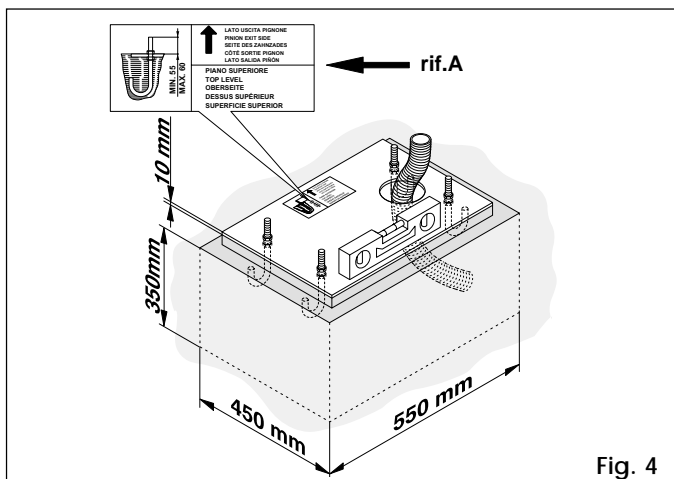

Fig. 4
- 1) La piastra di fondazione deve essere posizionata come da fig. 4.
- 2) Assemblare la piastra di fondazione come da fig. 4 rif. A.
- 3) Eseguire un plinto di fondazione delle dimensioni indicate in fig. 4 e murare la piastra di fondazione prevedendo una o più guaine per il passaggio dei cavi elettrici. Verificare la perfetta orizzontalità della piastra con una livella. Attendere che il cemento faccia presa.